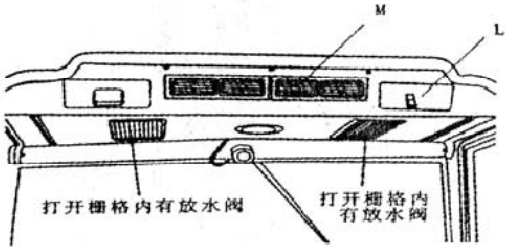

图4-22(1)暖风装置
暖风水阀装在发动机后侧, 连接暖风进水管的水阀安装在板上(见图4-22(1))。旋转其手柄②可调节由发动机来的冷却水流量, 从而控制驾驶室温度, 暖风由暖风机出风口(M)进入驾驶室。不采暖时可将水阀关闭(图4-22中手柄②在垂直位置), 使冷却水不在暖风散热器内流动。发动机放水时, 一定要使暖风水阀处于打开位置; 冬季使用暖风机应加防冻液, 不加防冻